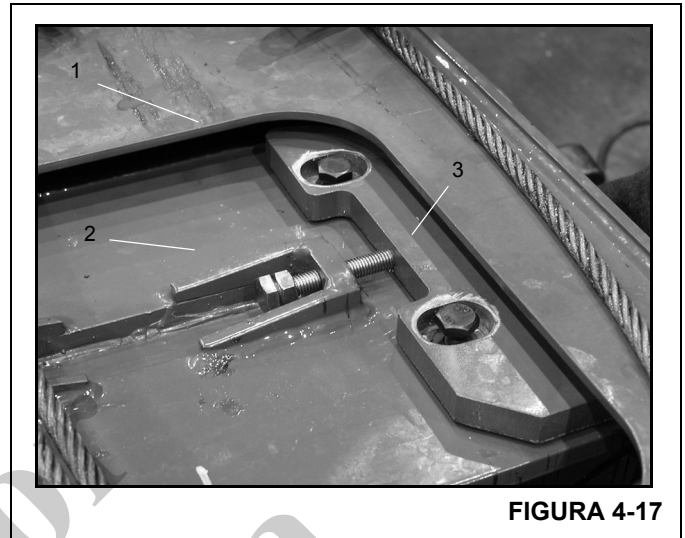

FIGURA 4-17
1. Deslice el conjunto fuera de la sección central interior (Figura 4-17, 1) lo suficiente para obtener acceso a las almohadillas de desgaste ajustables superiores traseras de la sección central exterior (Figura 4-17, 2) a través del agujero de la parte superior de la sección central interior.
2. Quite el perno, la arandela y la arandela descentrada que fijan cada almohadilla de desgaste ajustable superior trasera y saque las almohadillas de desgaste, las placas retenedoras (Figura 4-17, 3) y los pernos de la parte superior de la sección central exterior.